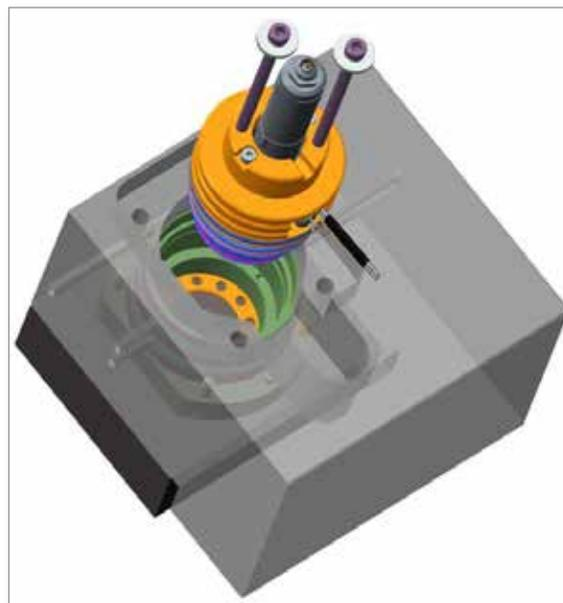

Figura 11-23 Instalación de la unidad Slimstack
4. Gire la placa del colector e instale con cuidado la unidad Slimstack en la placa del colector utilizando tornillos con arandelas. Consulte la Figura 11-23.